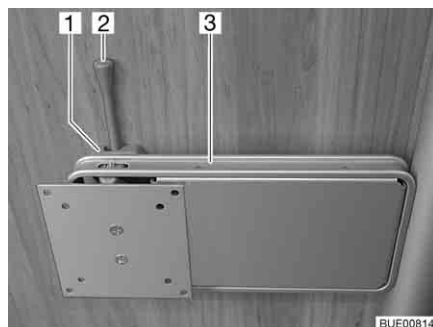

Bild 48 Fäste på pelare
- Tryck låsspaken (Bild 48,2) åt sidan och sväng fästet (Bild 48,3) med den platta bildskärmen till önskat läge.
- Vrid tillbaka den platta bildskärmen tills fästet (Bild 48,3) hakar fast i låset (Bild 48,1).